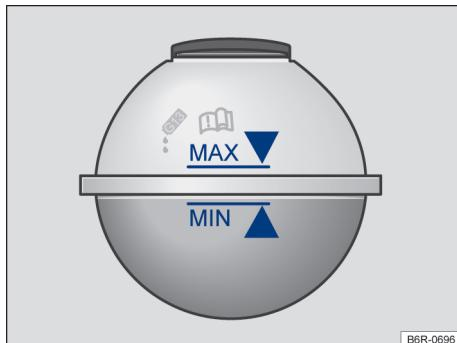

Fig. 131 No compartimento do motor: marcação no reservatório de expansão do líquido de arrefecimento do motor.
- Reabastecer somente com líquido de arrefecimento do motor **novo** e de acordo com a especificação da Volkswagen (→ Página 186) → ①.
- O nível do líquido de arrefecimento do motor deve permanecer dentro da marcação do reservatório → **Fig. 131. Não completar acima da marca "MAX" → ①!**
- Completar com líquido de arrefecimento do motor somente até a marca "MAX" → **Fig. 131**. Caso contrário, ao aquecer-se, o líquido excedente será expulso do sistema de arrefecimento do motor e poderá causar danos.